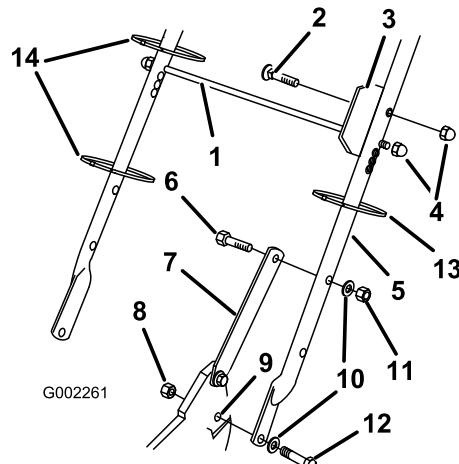

Figura 3
1. Fije el manillar al exterior de la carcasa del cortacésped (usando el taladro inferior) con 2 pernos (5/16 x 1-1/4 pulg.), arandelas y contratuercas finas (5/16 pulg.) (Figura 3).
2. Fije los cierres del manillar al manillar con dos pernos (5/16 x 1-1/2 pulg.), arandelas, y contratuerca (5/16 pulg.) (Figura 3).
3. Introduzca el perno a través de la chapa de alineación de la bolsa y el segundo taladro desde arriba del lado izquierdo del manillar, y fíjelo con una contratuerca de caperuza (Figura 3).
4. Deslice la varilla de soporte de la bolsa por el tercer (desde arriba) taladro de montaje de cada lado del manillar y fije cada extremo con una contratuerca de caperuza (Figura 3).
5. Utilice sujetacables para fijar los cables de control al manillar (Figura 3).